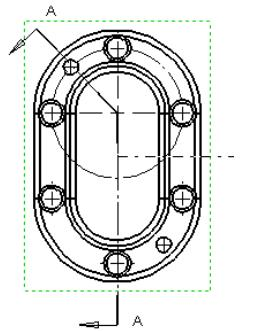
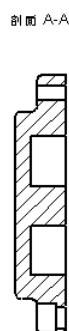

图 8-96 视图模型
图 8-97 左视图模型
**04** 在菜单栏中选择“插入”→“工程图视图”→“剖视视图”命令，或者单击“工程图”工具栏中的“剖视视图”图标按钮 $\text{剖视图}$ ，弹出“剖面视图辅助”属性管理器，在“切割线”选项中单击对齐按钮 $\text{对齐}$ ，在视图中放置切割线，如图8-96所示。单击确定按钮，剖面视图如图8-97所示。